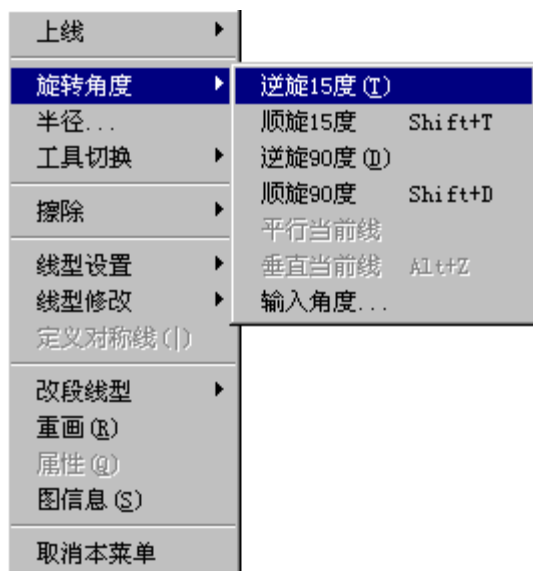

图 4.1-15
9) 鼠标右键菜单。单击鼠标右键，弹出如图 4.1-15 菜单，选择〈旋转角度〉的子菜单中的相应命令子项，光标即可按所要求的角度旋转。